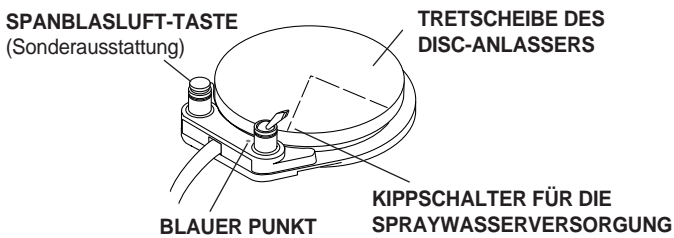

Bild 5. Disc-Anlasser
Der Disc-Anlasser besitzt einen Kippschalter für die Spraywasserversorgung und kann als Sonderausstattung mit einer Spanblasluft-Taste versehen sein (siehe Bild 5).
3. Schalten Sie den Kippschalter für die Spraywasserversorgung auf dem Disc-Anlasser (siehe Bild 5 auf Seite 5) aus (weg vom blauen Punkt).
3. Schalten Sie den Kippschalter für die Spraywasserversorgung am Disc-Anlasser (siehe Bild 5 auf Seite 5) ein (zum blauen Punkt hin).